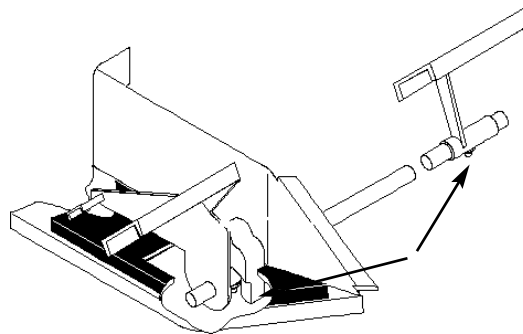

Figure 24
3. Lubrificate il pedale di comando della trazione, sui modelli idrostatici (o i pedali del freno e della frizione sui modelli a ingranaggi), laddove è imperniato sull'albero d'attacco (Fig. 24).